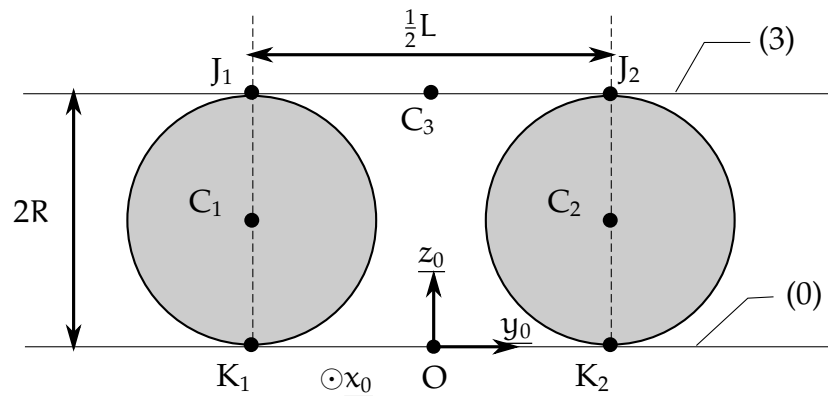

Figure 10 – Système complet dans l'état initial ( $t = 0$ ).
On note  $J_i$  le point de contact entre la plaque (3) et  $i$  (cf. FIGURE 10) et on suppose qu'à  $t = 0$ ,